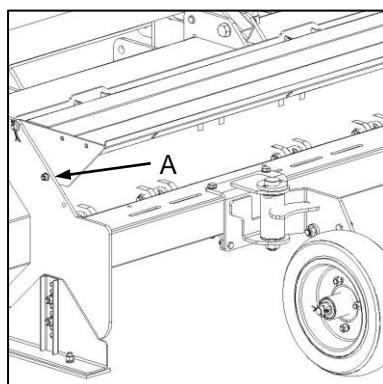

Fig. 4
- ✓ Lift the discharge chute and secure it in position by using the alternative hole available at each end (Fig. 4-A).
- ✓ Lig die afvoergeut op en bout dit vas deur van die alternatiewe gat aan elke ent gebruik te maak (Fig. 4-A).